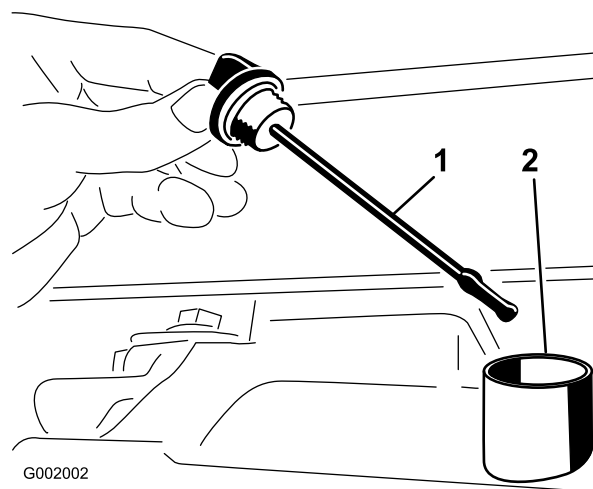

Figura 63
2. Retire a vareta da transmissão e limpe-a com um pano limpo (Figura 63).